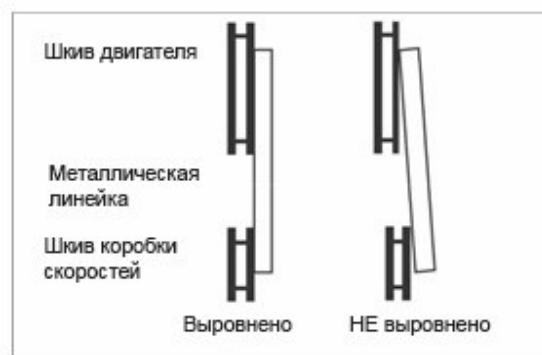

Рис. 11
1. Установите кромку металлической линейки таким образом, чтобы она расположилась вдоль плоских сторон шкивов (Рис. 11).
2. Если плоские стороны шкивов прижаты к линейке, значит шкивы выровнены. (Рис. 11).
3. Отрегулируйте двигатель, пока шкивы не выровняются, как показано на рис. 11.